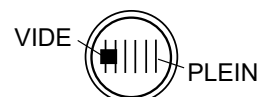

Figure 14. Jauge de carburant
3. Lisez la jauge à carburant située sur le dessus du réservoir (Figure 14) pour déterminer si le niveau de carburant est bas. Si le niveau de carburant est bas, faites le plein avec du carburant sans plomb propre.